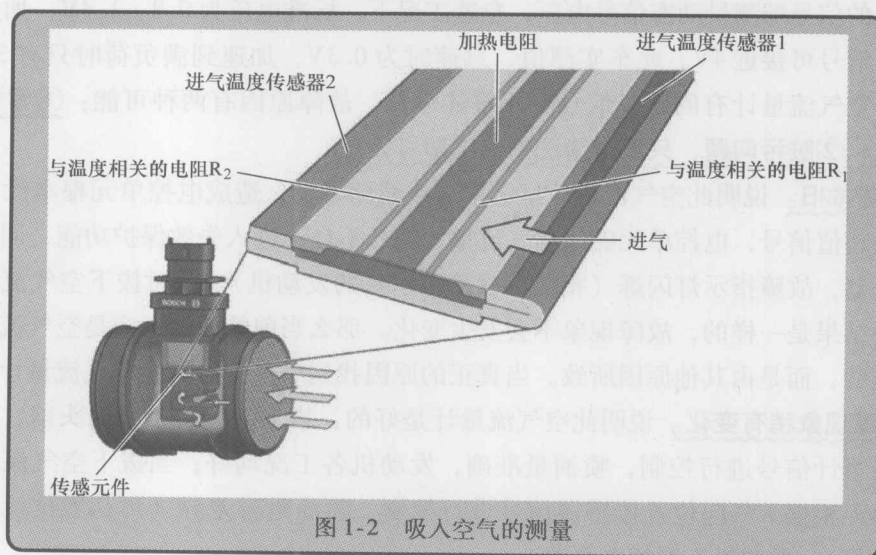
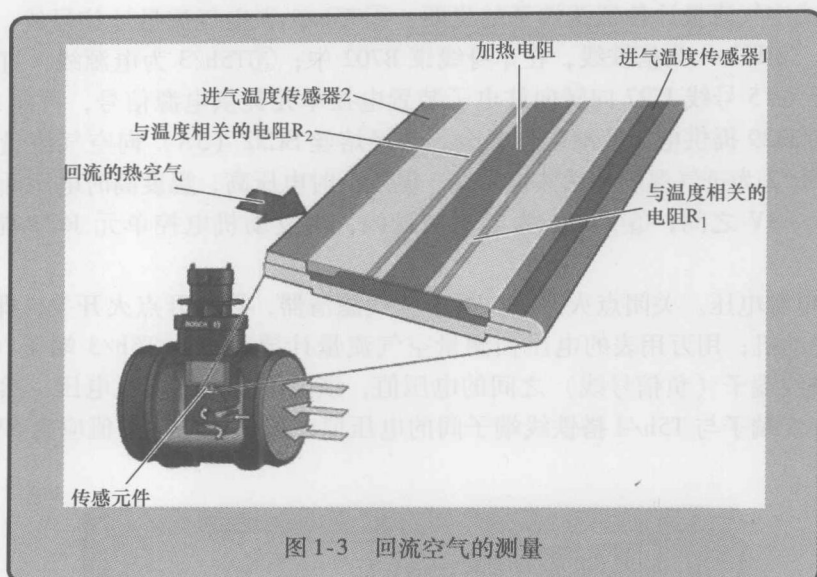

图 1-2 吸入空气的测量
图 1-3 回流空气的测量
(1) 工作过程 空气流量计的传感元件处在发动机吸入的空气中, 一部分空气流经该传感器的旁通气道, 其内有传感器电控单元, 该电控单元上集成有一个加热电阻和两个进气温度传感器。这两个进气温度传感器用来识别空气的流动方向: 吸入的空气首先经过进气温度传感器 1, 如图 1-2 所示; 从关闭的气门处回流的热空气首先经过进气温度传感器 2, 如图 1-3 所示。两进气温度传感器与加热电阻共同作用, 发动机电控单元即可计算出吸入空气中的氧含量。